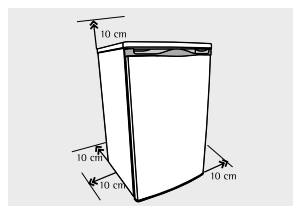

Figura 6
- Permita que el refrigerador tenga espacio suficiente para que funcione bien. (Figura 6).